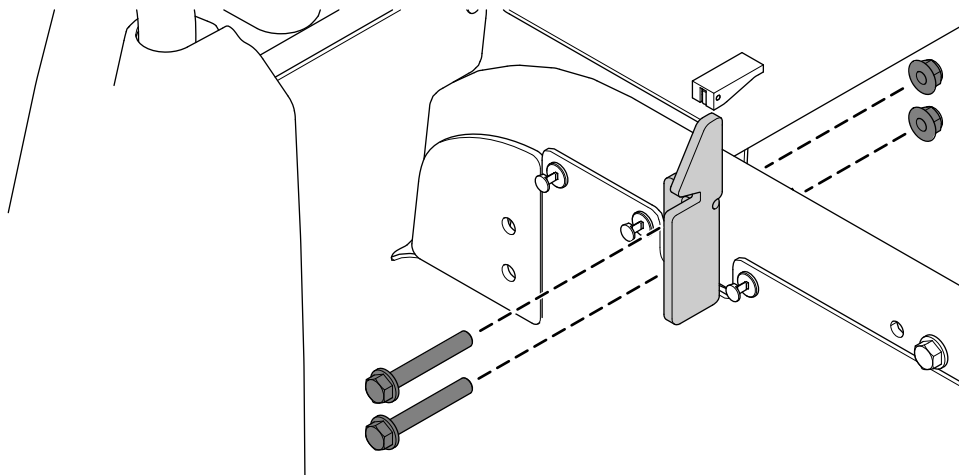

Рисунок 5
6. Снимите 2 защелки, отверните 4 болта с фланцевыми головками ($\frac{3}{8}$ x 2 $\frac{1}{2}$ дюйма) и 4 фланцевые гайки ($\frac{3}{8}$ дюйма) с левой и правой труб рамы (Рисунок 5).